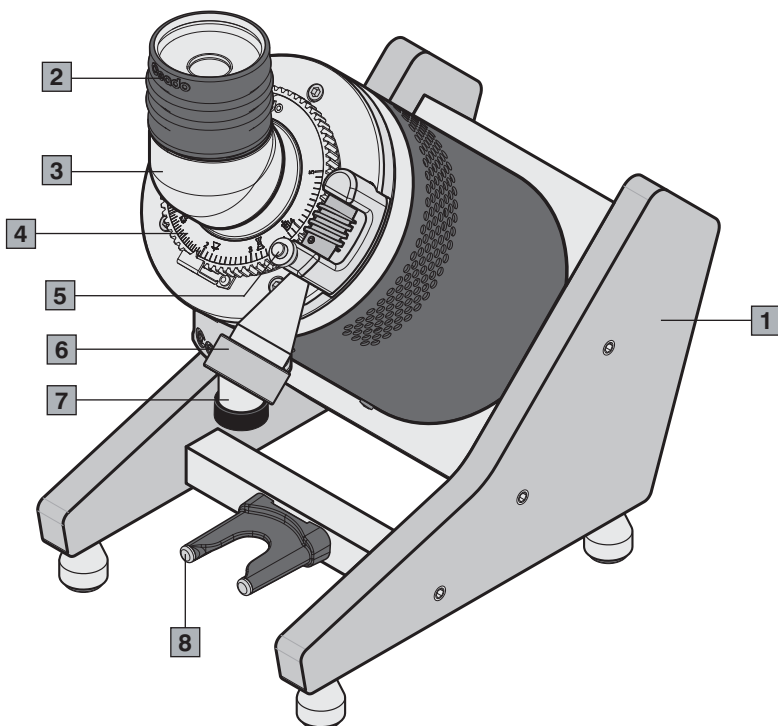
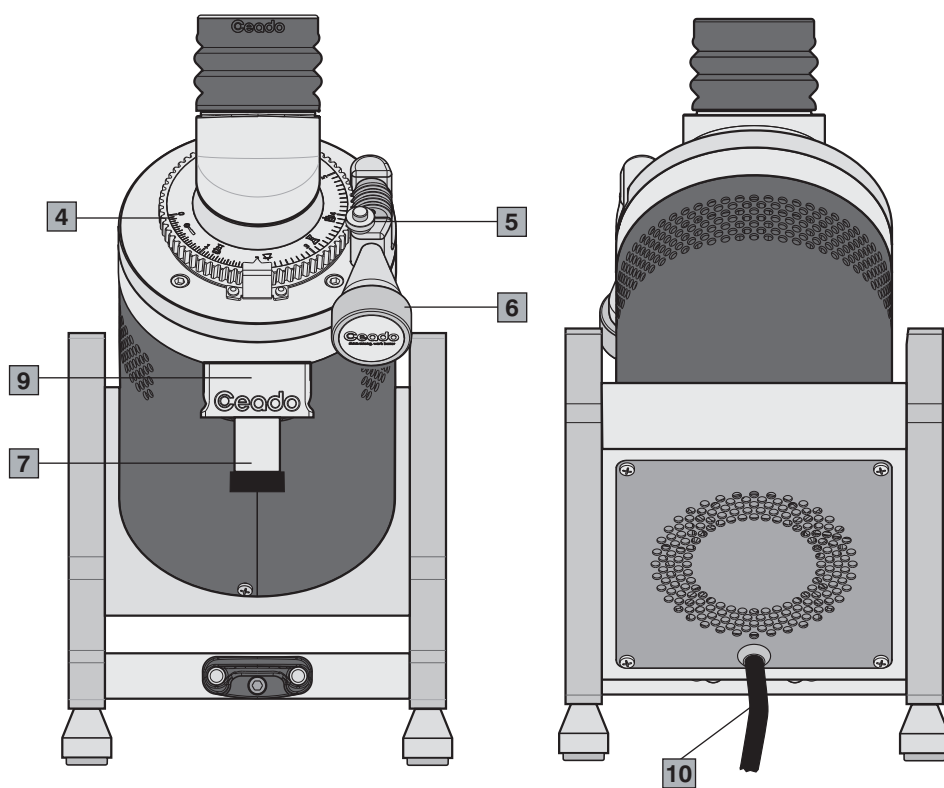
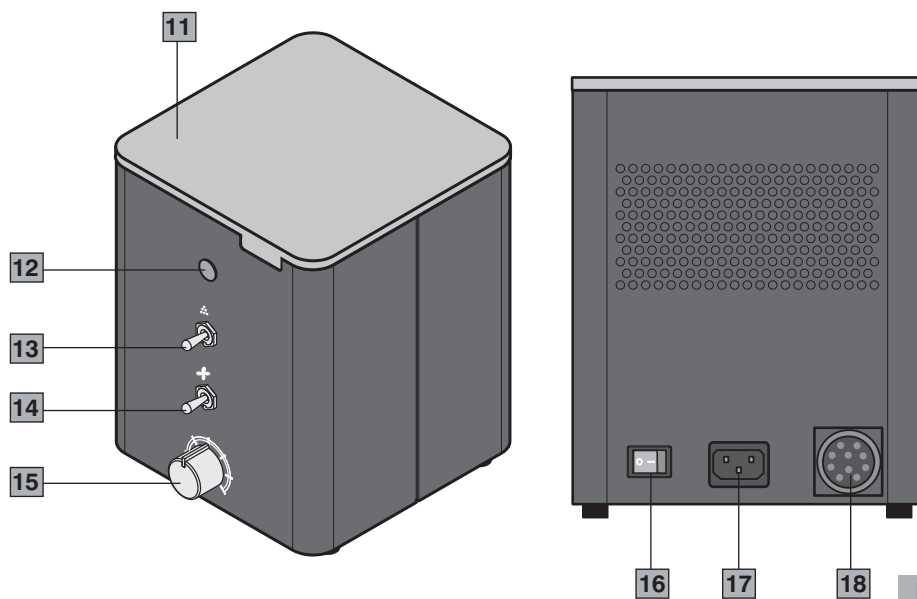

Fig. 1
Fig. 2
Fig. 3
Der Motor ist blockiert.	• Wenn sich aufgrund einer falschen Mahleinstellung bzw. bei Anwesenheit eines Fremdkörpers in den Mahlscheiben der Motor blockieren sollte, muss die Korngröße bis aufs Maximum erweitert werden, indem der entsprechende Einstellring zum Mahlen im Uhrzeigersinn betätigt wird (4 Abb. 1). Andernfalls muss das Gerät ausgeschaltet, der Stecker von der Steckdose entfernt und ein technisch ausgebildetes Personal zu Rate gezogen werden.
Componentes principales (Fig. 1, Fig. 2, Fig. 3)
4. Conectar el cable de conexión con la unidad de control 10, Fig. 2 con el conector 18, Fig. 3.
5. Conectar el cable de alimentación a la toma 17, Fig. 3.
Antes de conectar el enchufe a la toma de corriente, controlar que el interruptor ON-OFF (16 Fig. 3) esté en posición "O" de apagado.
1 Colocar el interruptor ON-OFF en la posición "I" (16 Fig. 3).
2 Encender el motor con el interruptor de arranque/parada (13 Fig. 3).
3 Regular la velocidad de rotación del motor con la perilla de regulación (15 Fig. 3).
4 Colocar la copa porta-filtro sobre la horquilla (8 Fig. 1). Si se desea echar el café en otro recipiente, quitar la horquilla tirando con dos manos hacia el exterior (la horquilla se mantiene en posición mediante un imán) y colocar el recipiente.
6 Echar la cantidad deseada de café en grano en la embocadura del fuelle (2 Fig. 1).
7 Cuando el café en grano esté completamente molido, golpear el fuelle (2 Fig. 1) con la palma de la mano, asegurándose de cubrir completamente la embocadura. Para dejar caer completamente todo el café molido, tire hacia abajo y suelte 2 o 3 veces el sistema para vaciar la boca de descarga (9 Fig. 2).
8 Detener el motor con el interruptor de arranque/parada (13 Fig. 3).
Otra corrección del grado de molido se puede efectuar girando la perilla de regulación del molido (6 Fig. 1) (véase Fig. 4).